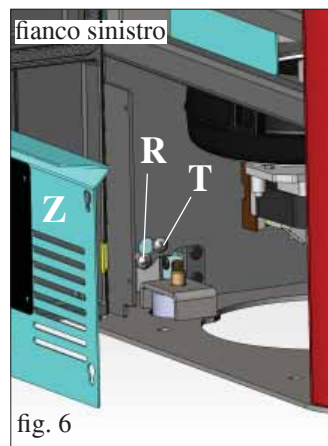

fig. 6
Montare il gomito di raccordo con fascetta forniti in dotazione sul bocchettone della chiocciola fumi (D - fig. 6).
Asportare il diaframma pretagliato dal fianco in lamiera laterale per consentire il passaggio del tubo uscita fumi (non in dotazione) (fig. 6).
Verificare l'allineamento verticale dei fianchetti in ceramica (C) ed effettuare eventuali regolazioni tramite le viti poste sopra il top (V - fig. 5) e all'interno della stufa tramite le viti (R - fig. 6/7)
N.B.: prima di effettuare l'operazione togliere il pannello zincato (Z - fig. 6/7) su entrambi i lati e allentare le viti di bloccaggio (T - fig. 6/7).